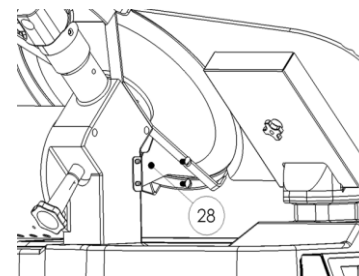

FIG 13. DEENSAMBLAR DESVIADOR DE PRODUCTO
F. DESVIADOR DE PRODUCTO (Ver Fig. 13).
2. Remueva el desviador de producto (28) aflojando los tornillos.